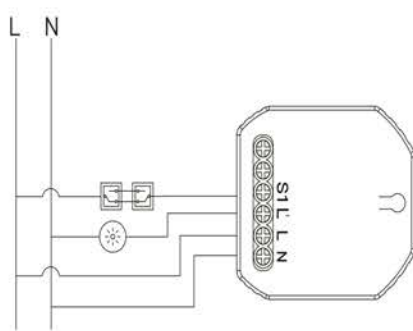

Рисунок 2.2
- с двумя проходными выключателями (см. рисунок 2.2);